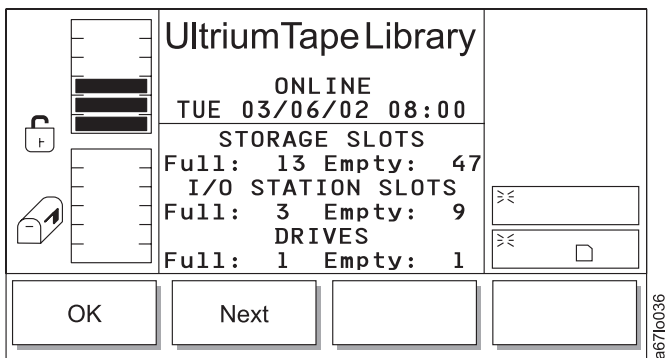

Abbildung 83. Systemdialog
- Wird **System** ausgewählt, erscheint der Systemdialog (siehe Abb. 83 auf Seite 107).
Tabelle 32. Übersetzung von Abb. 83, Systemdialog